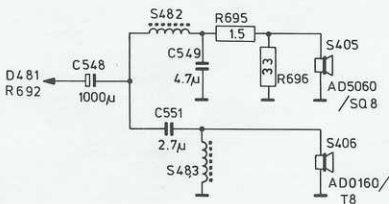

Fig. 1
- Das Prinzipschaltbild wurde gemäss Abb. 1 angepasst.